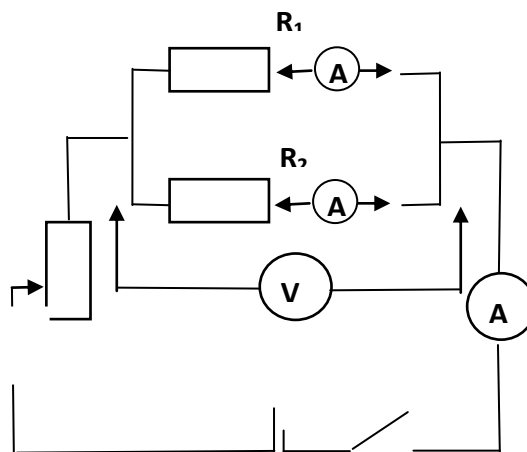

рис. 6
3. Соберите электрическую цепь (рис. 6) и с помощью реостата установите стрелку вольтметра на определенное деление шкалы.